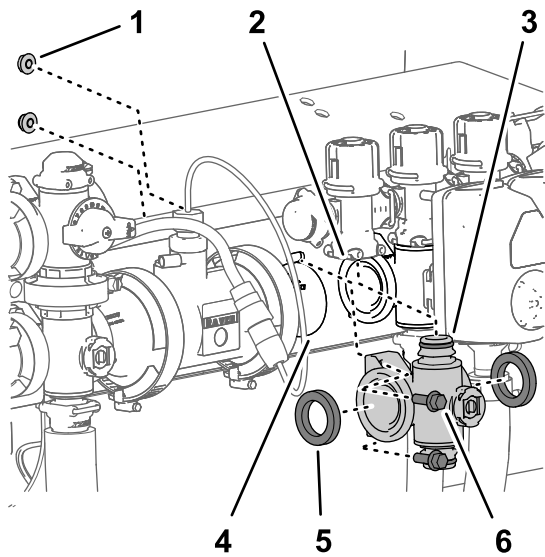
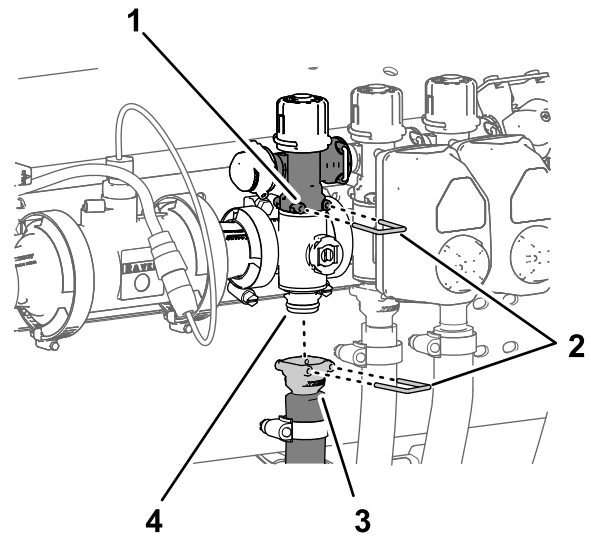

Figura 119
Figura 120
1. Alinee las 2 juntas que retiró en Retirada de la válvula del distribuidor de sección \(página 85\) con las bridas del distribuidor de la válvula de sección (Figura 119).
- Alinee la brida del distribuidor de la válvula de sección entre las bridas de las otras válvulas de sección y/o los adaptadores de acoplamiento (Figura 119).
- Conecte el acoplamiento rápido del distribuidor de la válvula de sección al acoplamiento rápido hembra de la válvula de desvío de sección con una grapa (Figura 119 y Figura 120).
(Figura 119) con los 2 pernos con arandela prensada ($\frac{1}{4}$ " x $\frac{3}{4}$ ") y las 2 contratuercas prensadas ($\frac{1}{4}$ ") que retiró en Retirada de la válvula del distribuidor de sección (página 85).
8. Monte el acoplamiento rápido de la manguera de sección en el acoplamiento rápido del distribuidor de la válvula de sección con la grapa (Figura 120).